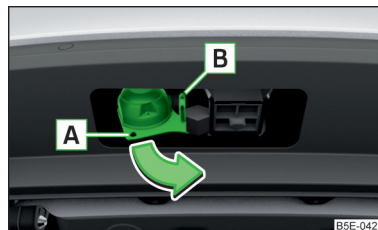

Fig. 299
- Apucați priza cu 13 pini în zona **A** și rabatați-o în afară, în sensul săgeții » fig. 299.
- desfaceți capacul de protecție al prizei și introduceți fișa remorcii (accesoriilor) în priza cu 13 pini **A** » fig. 299. (În cazul în care remorca/accesoriile dispun de o fișă cu 7 pini, puteți folosi un adaptor corespunzător, din gama de accesorii originale ŠKODA).